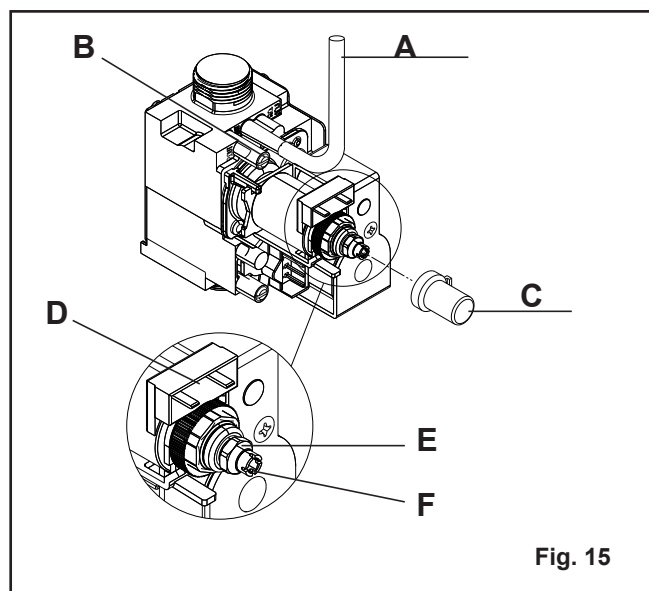

Fig. 15
- 松开二次测压口 B 内螺丝两圈, 接上测压计 (Fig.15);
- 取下空气补偿管 A (Fig.15)。
- 取下安全帽 C (Fig.15);
- 用 10 号套筒, 调节最大功率调节螺母 E 至额定压力 见燃气参数表 (Fig.15);
- 取下一根调节阀电源线 D (Fig.15);
- 等压力稳定后, 调节调节阀内芯 F (Fig.15), 直至压力符合燃气参数最小功率值要求, 注意不可接触调节阀内芯内部金属轴;
- 取下安全保护帽; C (Fig.15)
- 用 10 号套筒调节最大功率调节螺母 E 至额定压力, 见燃气参数表; (Fig.15)
- 取下一根调节阀电源线 D; (Fig.15)
- 等燃气压力稳定后, 调节最小功率调节阀内芯 F (Fig.15), 直至压力符合燃气参数表最小功率值要求;